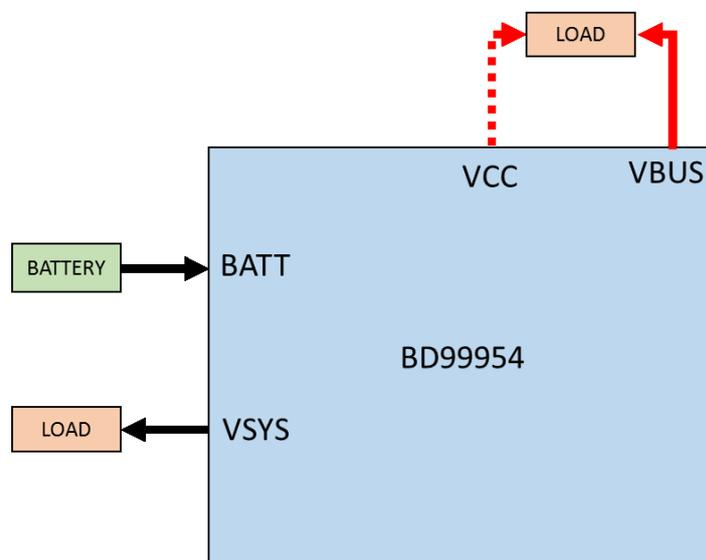

図 29.リバースバックブースト動作時の構成
1. 図 29 に示したようにバッテリーから BATT 端子へ入力します。バッテリー電圧は最大 4S (= 19.2V)です。
6. リバースバックブーストモードの使用中は、VBUS、VCC のどちらの端子にも入力を接続しないよう気をつけてください。図 29 に示したように、VBUS、VCC のうち必要な入力端子に負荷を接続します。